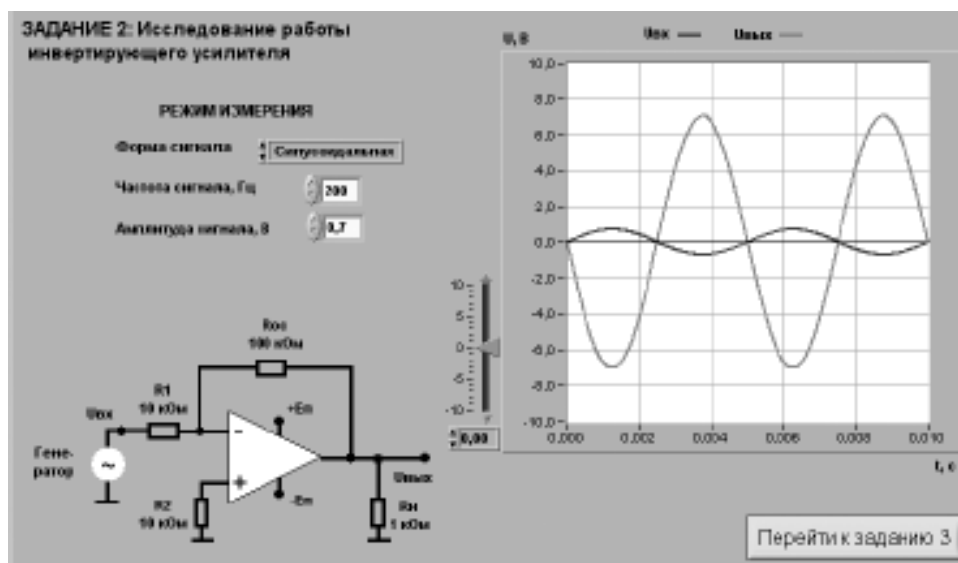

Рис. 5 Лицевая панель ВП при выполнении задания 1
- Подготовьте монтажный шаблон к работе или проверьте ранее собранный шаблон (Руководство по выполнению лабораторной работы №1, схема на рис. 5).